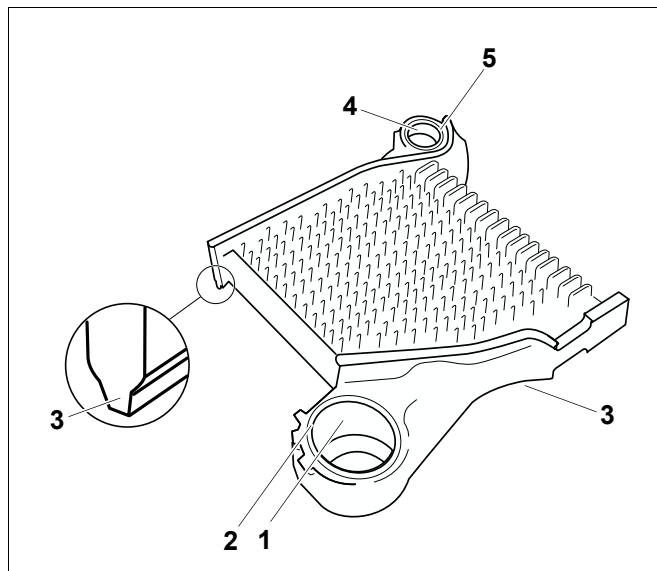

Рис. 11 Средняя секция
- При наличии заусенцев на ступицах (рис. 11, **поз. 2 и 5**) зачистить их напильником.
- Уплотнительные кромки (рис. 11, **поз. 3**) должны быть чистыми и сухими; очистите их, если это необходимо.
- Очистить уплотнительные поверхности ступиц (рис. 11, **поз. 1 и 4**) ветошью, пропитанной бензином, и смазать суриком.